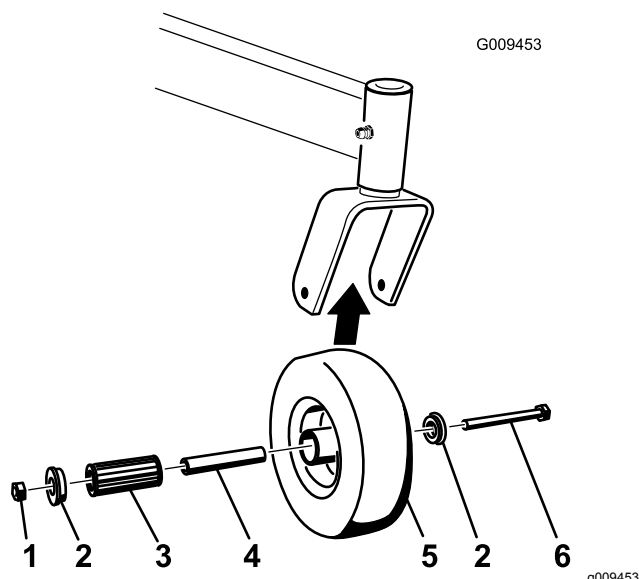

Figura 60
1. Retire a porca de bloqueio e o parafuso da roda que fixam a roda ao respetivo suporte (Figura 60).
- Retire 1 casquilho, em seguida, puxe o casquilho da vara de ligação e o rolamento de rolo para fora do cubo da roda (Figura 60).
- Retire o outro casquilho do cubo da roda e limpe qualquer massa lubrificante e sujidade do cubo da roda (Figura 60).
- Nota:** Substitua todas as peças danificadas ou desgastadas (Figura 60).
- Coloque 1 casquilho no interior do cubo da roda (Figura 60).
- Lubrifique o casquilho do rolamento e o casquilho da vara de ligação e faça-os deslizar para o interior do cubo da roda (Figura 60).
- Coloque o segundo casquilho no interior do cubo da roda (Figura 60).
- Monte a roda giratória na forquilha da roda giratória e fixe-a com o parafuso da roda e a porca de freio (Figura 60).
- Aperte a porca de freio até que o casquilho da vara de ligação encoste ao interior da forquilha da roda (Figura 60).